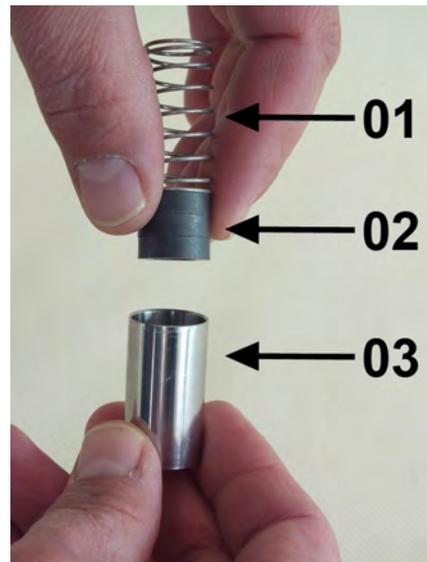

Abb. 43: Innenteile
4. ➔ Feder (Abb. 43/01) mit Magneten (Abb. 43/02) in den Schwebekörper (Abb. 43/03) einführen dabei die Magnetpolung beachten (Nordpol in Richtung Geräteausgang)